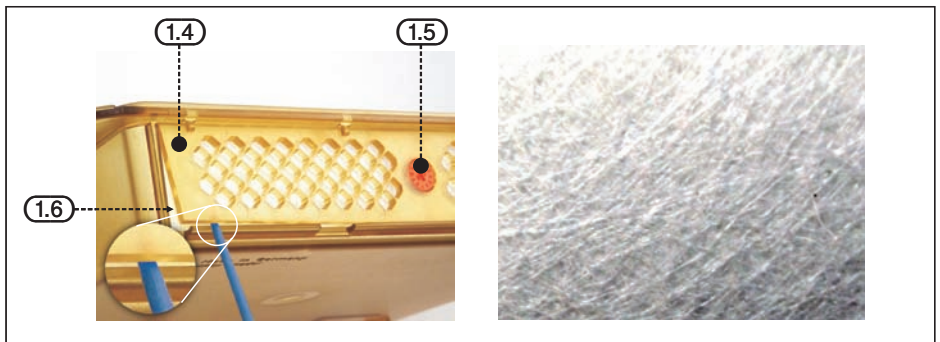

Abb. 4 Filterwechsel; Struktur Außenseite des Filters (rechts)
- 1 Hebeln Sie mit einem spitzen, stabilen Werkzeug die Klemmleiste (1.4) des Filters aus der Arretierung (siehe Abb. 4) und nehmen Sie die Klemmleiste vollständig ab.
- 2 Nehmen Sie den alten Filtereinsatz (1.6) heraus und setzen Sie einen frischen ein mit der glatten Seite nach innen bzw. mit der rauen, vliesförmigen Seite außen (siehe Abb. 4 rechts).